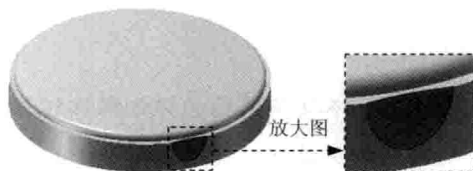

图 2.7 切除-扫描 1
Step5. 创建图 2.7 所示的零件特征——切除-扫描 1。选择下拉菜单 **插入(I)** → **切除(C)** → **扫描(S)...** 命令，系统弹出“切除-扫描”对话框；选取草图 2 为切除-扫描 1 的轮廓；选取草图 3 为切除-扫描 1 的路径；在“切除-扫描”对话框中 **选项(O)** 区域的 **方向/扭转控制(D)** 下拉列表中选择 **随路径变化** 选项；单击 ☒ 按钮，完成切除-扫描 1 的创建。